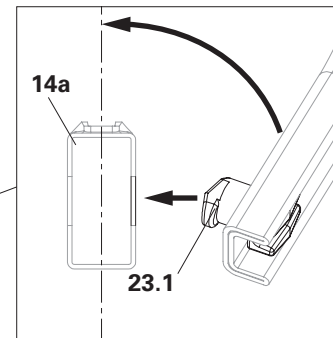

Fig. A4.08b
2. Inserire il nodo di aggancio (**23.1**) della diagonale verticale UBL (**23a**) in diagonale nel foro del corrente orizzontale inferiore UH Plus (**14a**) e ruotare la diagonale verticale verso l'impalcatura di base. (Fig. A4.08b)